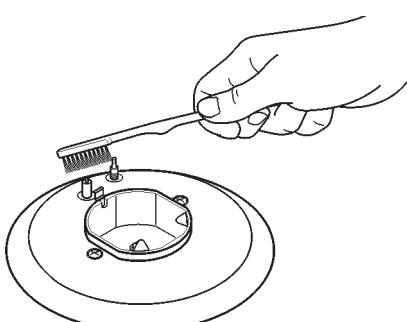

РИС. 6
Очистите их мягко с небольшим нейлоновой щеткой, как показано (см. рис. 6) и хорошо просушите. Не мойте в посудомоечной машине. Очистка должна производится, после того как поверхность и все детали остынут. Нельзя пользоваться металлическими мочалками, использовать абразивные моющие порошки и разъедающие аэрозоли.
- проверьте, чтобы отверстия рассекателей „T“ не были засорены (рис. 6/A).